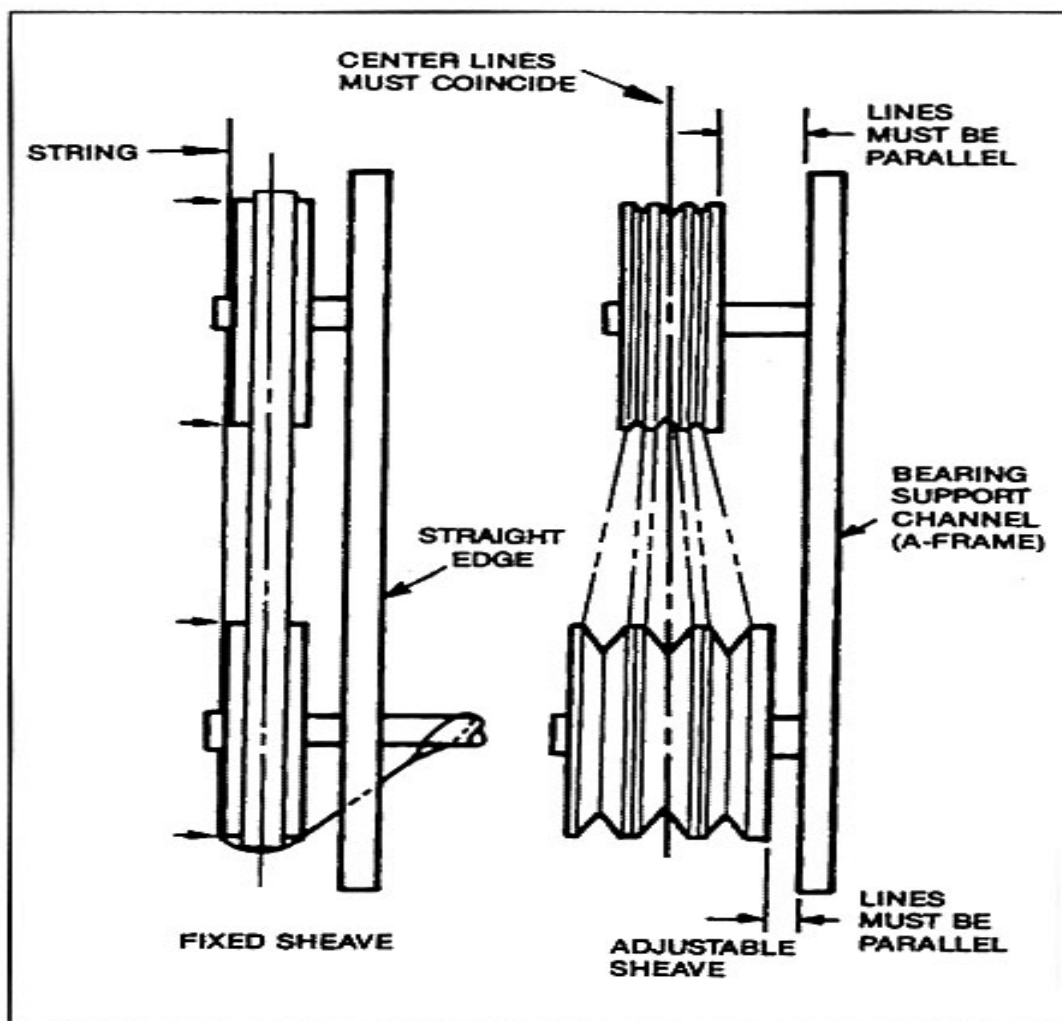

Fig.9 Sheave Alignment
- การติดตั้งพู่เลย์มอเตอร์และพัดลมเข้ากับแกนเพลลาโดยให้มีปลายเพลลาขึ้นออกเล็กน้อย โดยต้องขัดหรือทำความสะอาดสารเคลือบเพลลาออกและมั่นใจว่าเพลลาสะอาดไม่มีเศษเหล็ก ทาสารหล่อลื่นแล้วจึงใส่ที่พู่เลย์ ตรวจสอบให้แน่ใจว่าใส่พู่เลย์ถูกต้อง ปรับตั้งแนวระนาบแล้วจึงทำการล็อก Fig 9 แสดงวิธีการตรวจเช็คแนวพู่เลย์